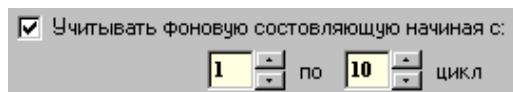

Рис.57 Указание границ первых циклов
**Примечание для опытных пользователей.** Для указания границ первых циклов необходимо выбрать пункт **Опции...** меню **Настройки** окна **RealTime\_PCR**. В появившемся окне **Опции** выбрать вкладку **Оптические измерения**, включить опцию **Учитывать фоновую составляющую, начиная с** и указать границы циклов в соответствующих окошках (Рис.57).